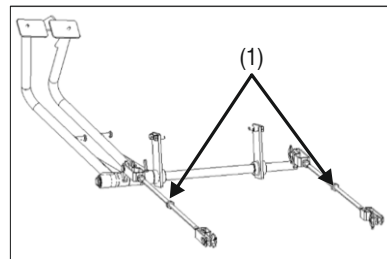

Fig.5.56
- Odkręć nakrętkę kontrolną (1) (rys.5.56). Powoli dokręcaj regulator (1) (rys.5.56), aż nie będzie można już obracać kołem ręcznie.
- Wykonaj znak odniesienia na nakrętce regulacyjnej (rys.5.56) i na wsporniku, a następnie poluzuj nakrętkę regulacyjną o 1 obrót, tj. do momentu, gdy koło będzie można swobodnie obracać.
- Teraz zablokuj regulator odpowiednią nakrętką kontrolną (1) (rys. 5.56). Sprawdź, czy pedał hamulca ma swobodny skok 15-20 mm i w razie potrzeby powtórz regulację.
- Powtórz tę samą procedurę dla drugiej strony (rys. 5.56).